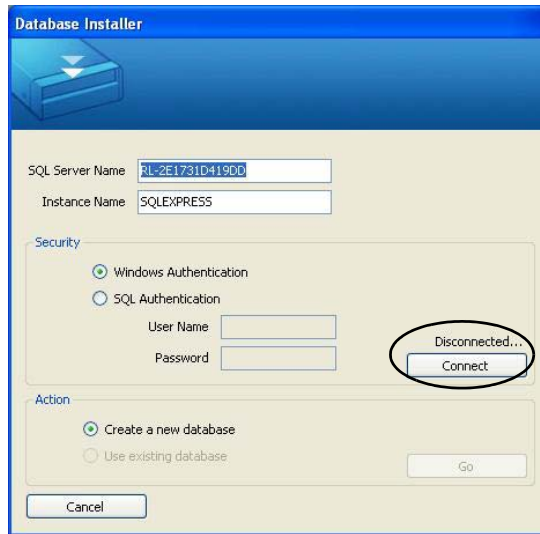

Figura 2. Pantalla Database Installer (desonectada)
3. Siga las instrucciones en pantalla hasta llegar a *Database Installer* que se muestra en la Figura 2.